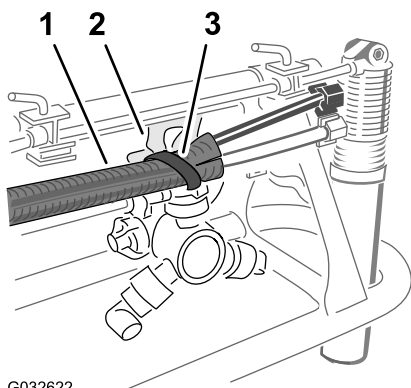

Figure 15
5. Attachez les tubes au trou du support de buse à l'aide d'un serre-câble, comme montré à la Figure 15.